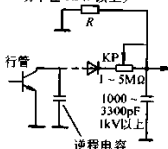

图 5-69 显像管加速极电压调整原理图
(7) 加速极电压不能满足实际需要或无加速极电压调整端。加速极电压太高调不到所需要的值时,可按上述方法另加一只分压电位器来解决。如加速极电压太低或无加速极电压调整端时,除了可采用上面介绍的将阳极高压分压后获得加速极电压外,还可用一只整流二极管(可用电流为 1A、耐压为 1000V 左右的管子,例如 1N4007 等),正极接行管的集电极上来获得,连接方法如图 5-69 虚线所示,调整 W 的值就可改变加速极电压。